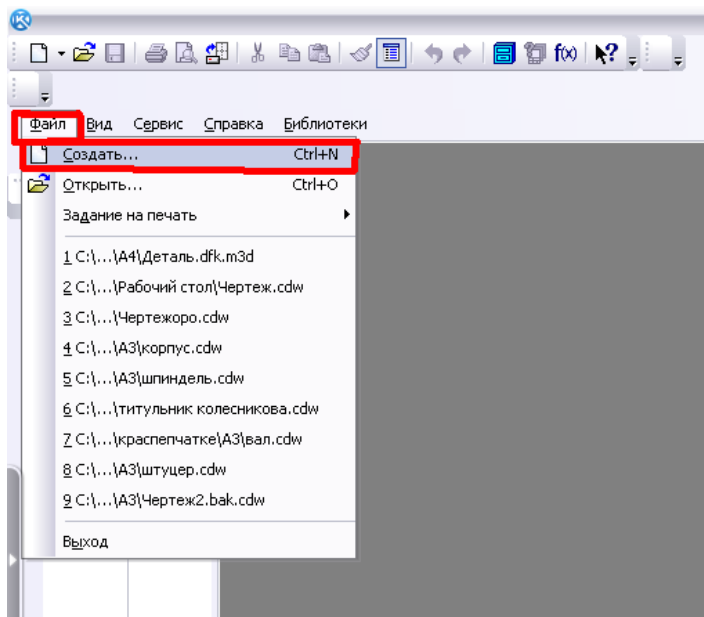

Рис.12
2. Создать новый документ.(В меню в верхней части экрана поместите левую кнопку мыши на пункте «Файл». В выпадающем меню выберете пункт «Создать ..»).(рисунок12)